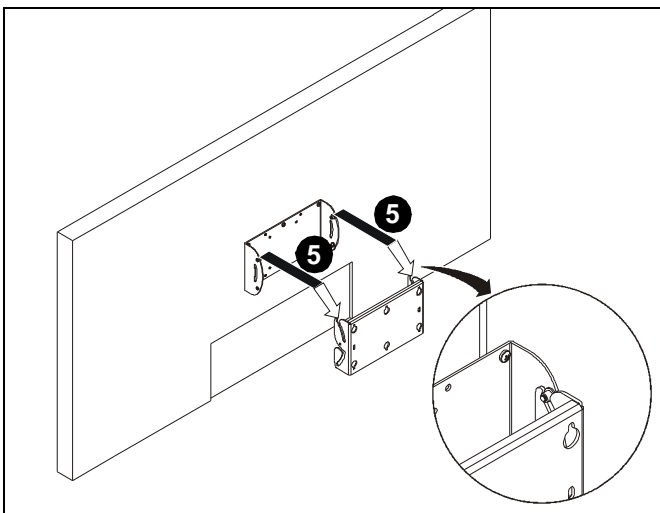

Figura 9
- Inserte los tornillos superiores de la placa frontal en las ranuras superiores del soporte de pared. (Consulte la Figura 9)